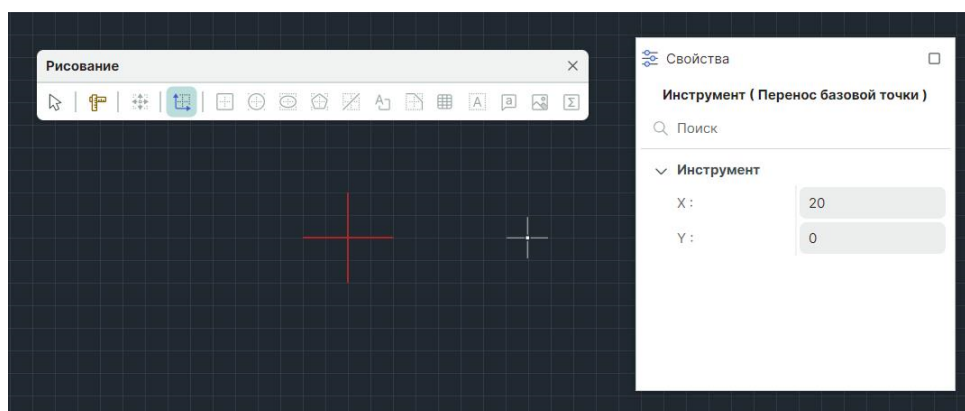

Рис. 362 Вид курсора при работе инструмента «Переместить начало координат»
1. Вызовите инструмент «Переместить начало координат», который доступен на панели «Рисование». Курсор поменяет вид, см. Рис. 362. В панели «Свойства» в динамическом режиме будут отображаться текущие координаты курсора.